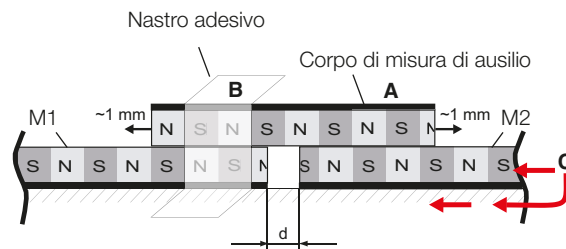

Fig. 4-9: Corpo di misura M2 da aggiungere sotto al corpo di misura di ausilio, d = 4-10 mm
3. Appoggiare il corpo di misura di ausilio al rovescio sul corpo di misura M1. Il corpo di misura di ausilio viene attirato verso il basso dalle forze magnetiche del polo opposto e *scatta in posizione* (Fig. 4-9). Per trovare la posizione con la forza di attrazione massima, spostare il corpo di misura di ausilio di circa 1 mm in una e nell'altra direzione, finché non è evidente l'attrazione massima. Fissare il corpo di misura di ausilio in questa posizione, ad es., con nastro adesivo.
4. Spostare l'inizio del secondo corpo di misura M2 sotto il corpo di misura di ausilio fino a raggiungere quasi il corpo di misura M1 e farlo *scattare* magneticamente (Fig. 4-9). Lasciare una distanza sufficiente (d) da M1, ad es., 4-10 mm.